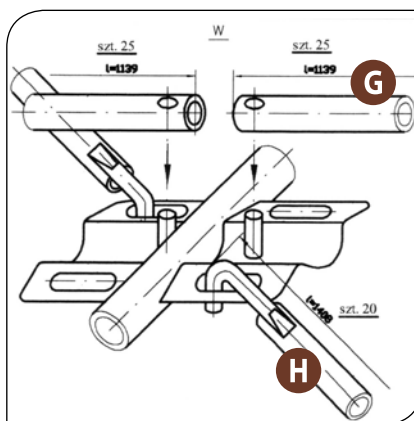

Abbildung 2
- Dann die Längsstreben **G** mit dem Loch in die Bolzen der Winkel-Dachbögen stecken (siehe Abb. 2 - 4).
- Nun die Haken der Querstreben **H** in die dafür vorgesehenen Aussparungen stecken (siehe Abb. 2 - 4).